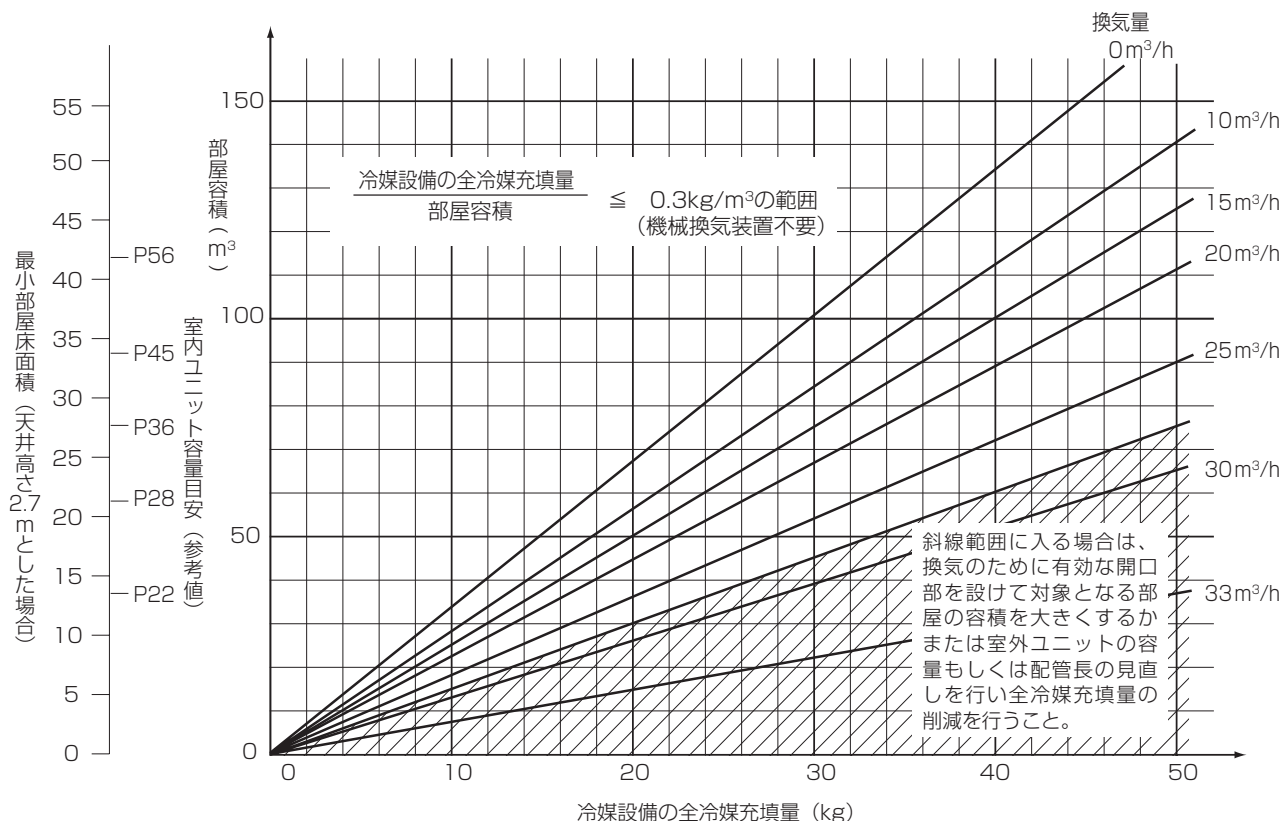
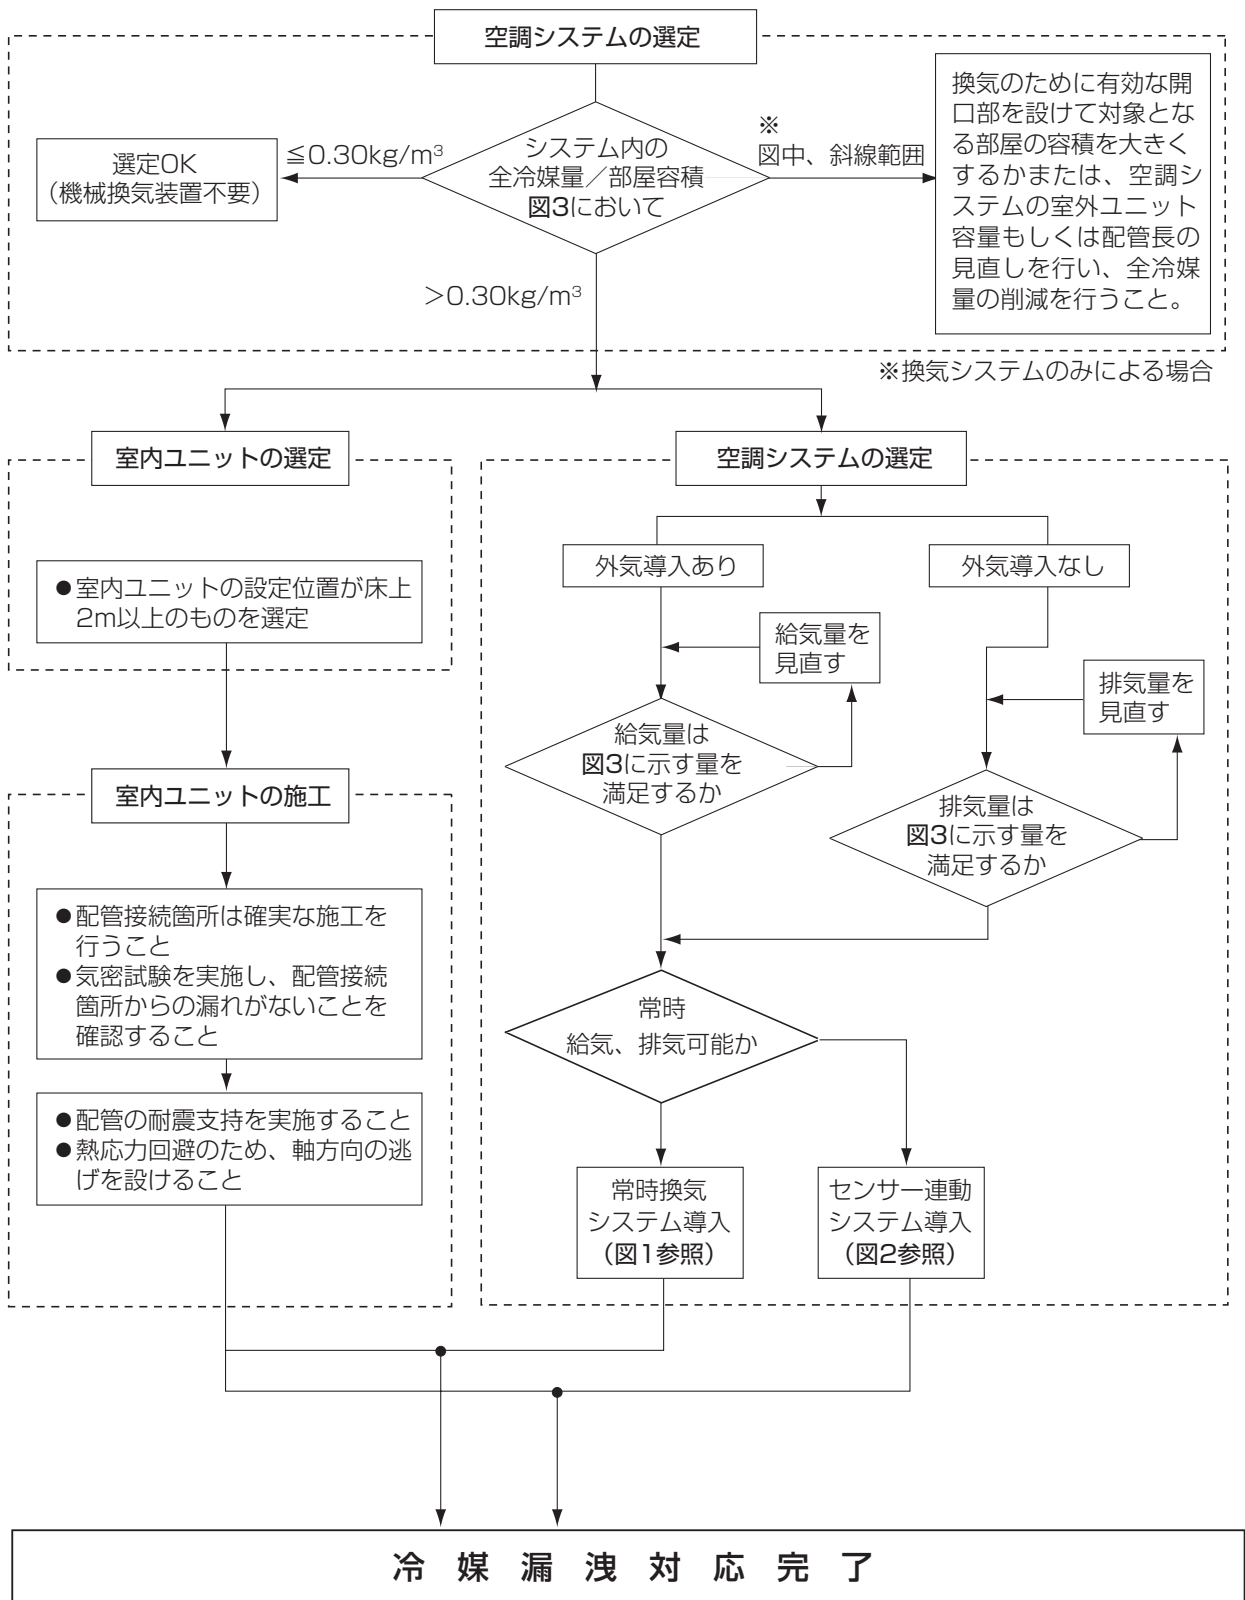

図3 換気量によるシステムの選定
図4 冷媒漏洩対応フローチャート
換気量は対象冷媒設備の全冷媒充填量と部屋容積によって図 3 に示す量以上としてください。
- (a) 換気システムを設置する場合でも万一の換気システムの故障を考え、図 3 の斜線で示す範囲は選定しないようにしてください。この範囲に入る場合は原則的に、対応 1 対応 2 に示すように換気のために有効な開口部を設けて対象となる部屋の容積を大きくするかまたは、室外ユニット容量もしくは配管長の見直しを行い全冷媒量の削減を行ってください。
- (b) 換気システムを設置した場合で図 3 の斜線で示す範囲に入り、対応 1 対応 2 がとれない場合は、換気システムとは別の独立した安全確保のための手段を設けてください。具体的には冷媒漏洩時のセンサーによって作動する冷媒遮断弁や在室者の危険を知らせる確実な警報システムの併設です。この場合センサーは上記換気システム作動用のセンサーとは別にしてください。図 4 に冷媒遮断弁併設の場合を示します。
対応 3 の場合のフローチャートを図 4 に示します。